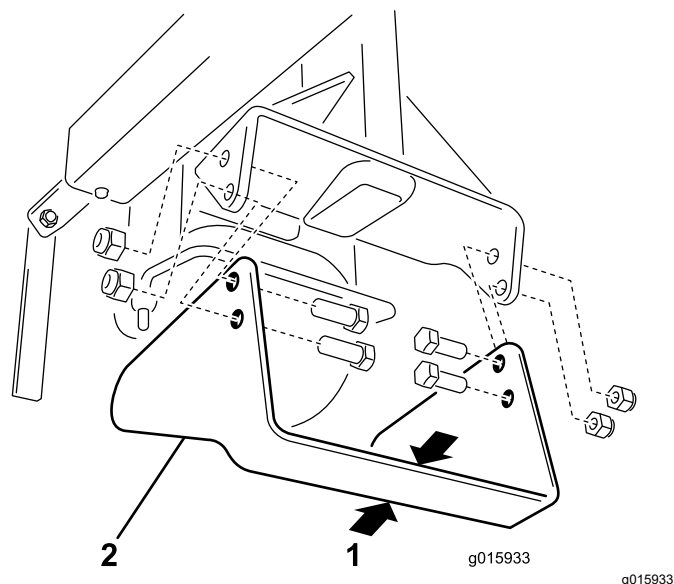

Рисунок 15
3. Выверните 4 винта и 4 гайки, которые крепят нож к рычагу режущего устройства (Рисунок 15).
Регулярно проверяйте состояние ножа устройства обработки краев и заменяйте нож, если его ширина уменьшилась до 1-1/4 дюйма (Рисунок 15).